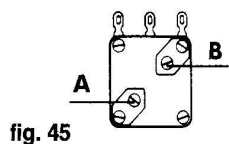

fig. 45
1. Efter att du försiktigt har skruvat in den dubbelgångade vridkondensatorns båda trimskruvar så långt det går (fig 45) skruvar du ut trimskruv A tre varv och trimskruv B ett varv.